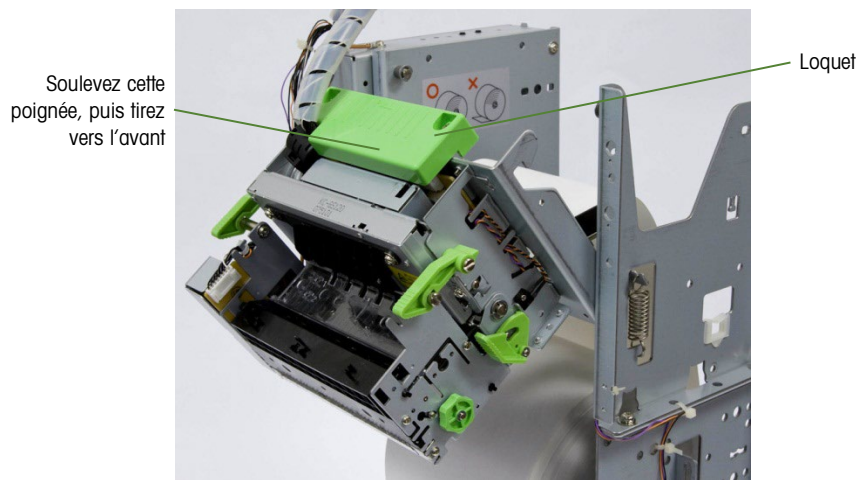

Figure 2-15: Tête d'impression relâchée pour le chargement du papier
7. Pour charger le papier dans l'imprimante, toute la tête d'impression doit être tournée vers l'avant en soulevant la grande poignée verte centrale (Figure 2-15) pour désengager le loquet, puis en tirant vers l'avant.